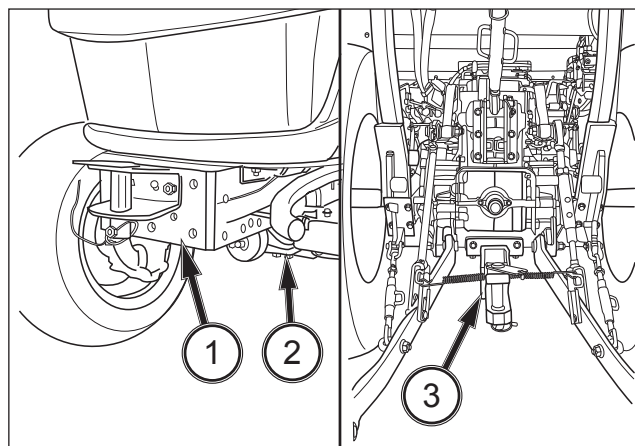

FIG. 101
FIG. 101 : lorsque vous relevez l'essieu avant, placez le cric sous le support de l'essieu avant (1) ou sous le carter de pont (2). Pour lever l'essieu arrière, placez le cric sous le support de la barre de traction (3).